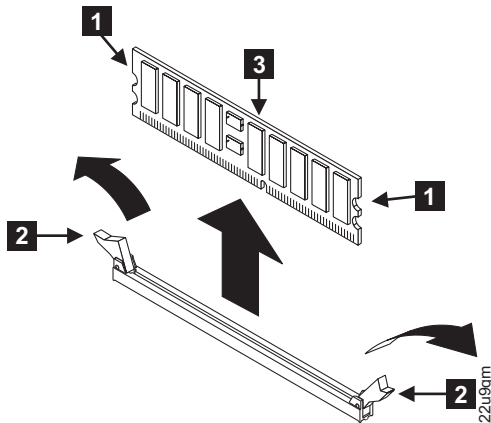

図 110. メモリー・モジュールの取り外し
6. 146 ページの図 110に示すように、クリップ **2** を外側に押しながら開きます。このアクションにより、メモリー・モジュール **3** をコネクタから引き出します。